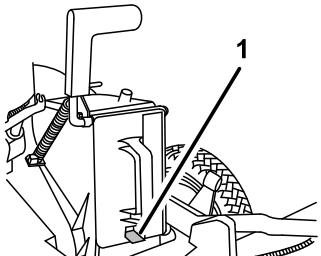

Figura 8
- Inserte el tapón hasta el fondo, hasta que el clip en la parte inferior del tapón se enganche, fijando el tapón firmemente en el conducto de descarga (Figura 8).